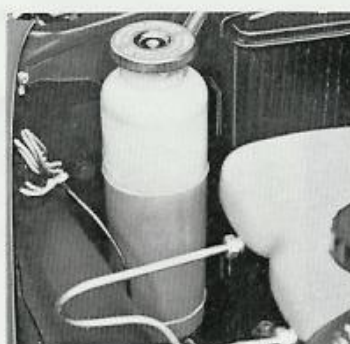

Bild 45. Expansionstank
3. Kontrollera att kylvätskenivån ligger mellan max.- och min.-strecken på expansionstanken. (bild 45.)